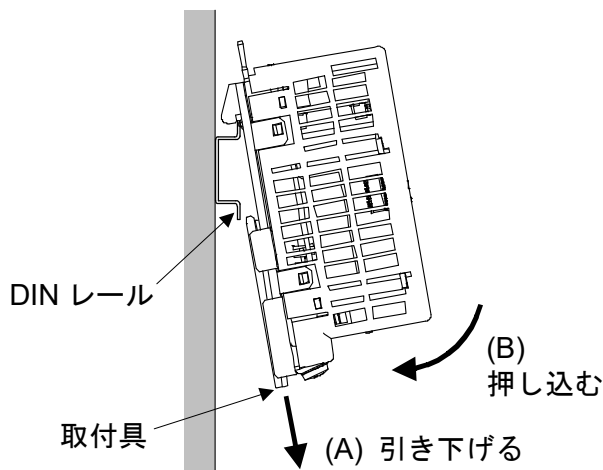

図 2-3-3
2. 取付具を引き下げ (A)、裏面のツメを DIN レールの上側に引っかけてから、矢印の方向に押し込みます (B)。(図 2-3-3)